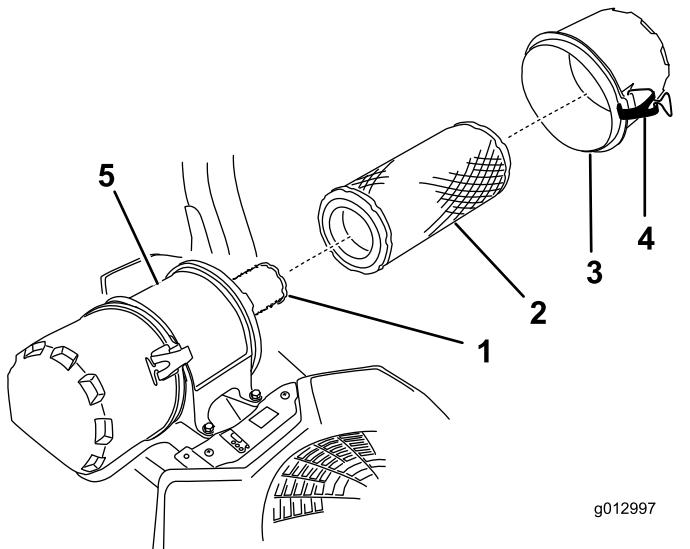

Figure 63
- Ouvrez les dispositifs de verrouillage du filtre à air et détachez le couvercle du boîtier du filtre (Figure 63).
- Sortez le préfiltre du boîtier du filtre avec précaution (Figure 63).
2. Si vous remplacez l'élément de sécurité, glissez-le avec précaution dans le boîtier du filtre (Figure 63).
3. Placez ensuite le préfiltre sur l'élément de sécurité avec le même soin (Figure 63).
4. Remettez en place et verrouillez le couvercle du filtre à air (Figure 63).